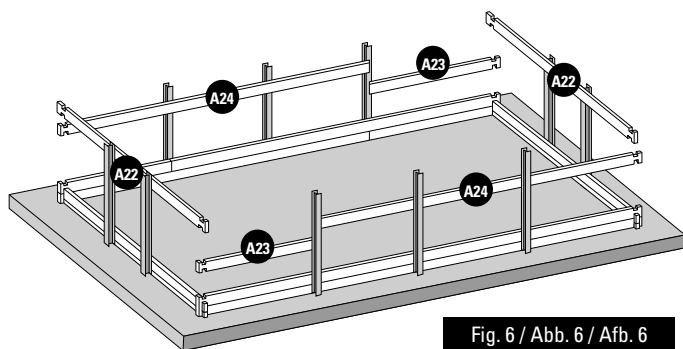

Fig. 6 / Abb. 6 / Afb. 6
- EN 3rd LAYER OF BOARDS:** Install the third layer of boards as shown in figure 6. The position of the refilling fitting with the key and the skimmer should be defined at the start of the assembly (read the specific paragraphs).
- FR 3ÈME RANGÉE MADRIERS :** Positionnez les madriers de la 3ème rangée conformément à la figure 6. Vous devez avoir déterminé l'emplacement de la buse de refoulement et du skimmer dès le début du montage (voir paragraphes spécifiques).
- DE 3. BRETTERREIHE:** Platzieren Sie die Bretter der dritten Reihe laut Abb. 6. Zu Beginn der Montage müssen Sie die Lage des Druckventils und des Skimmers festlegen (lesen Sie hierzu die entsprechenden Abschnitte).
- NL 3ª RIJ PLANKEN:** Plaats de planken van de derde rij zoals te zien is op afbeelding 6. U moet al bij aanvang van de montage bepalen op welke plaats het uitstroombmondstuk en de skimmer moet komen (less de betreffende paragrafen).